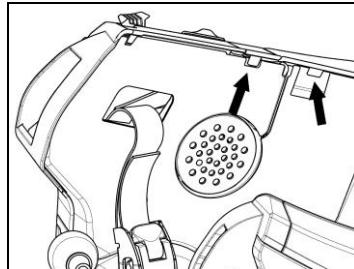

Fig. 17
- Repositionar o revestimento de plástico da almofada, posicionando-o atrás dos dois ganchos de fixação (Fig. 17).